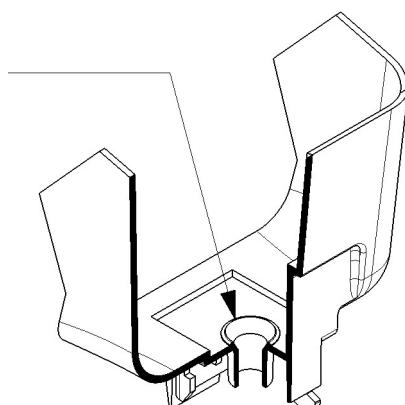

figure 7
**Insérez le piston dans son logement en prenant soin de l'accompagner jusqu'au bout afin de ne pas endommager le tranchant autour du trou. (voir figure 7)**